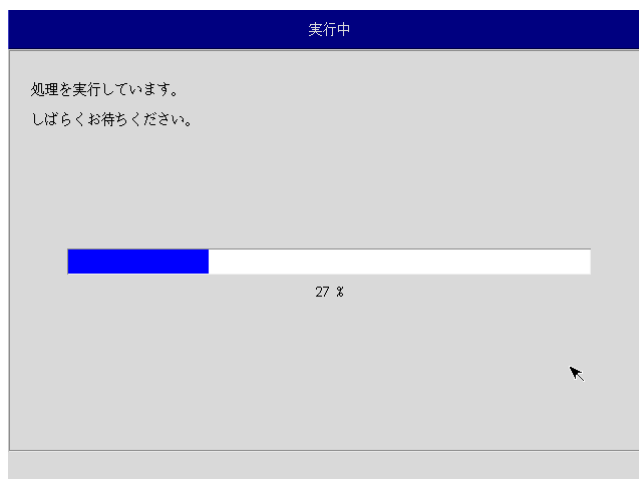

図 6-3-7. 実行中画面
- ⑫ 実行中画面（図 6-3-7）が表示され、処理が開始されます。実行中はリカバリ USB メモリ、保存メディアを外さないでください。また、電源を落とさないようにしてください。